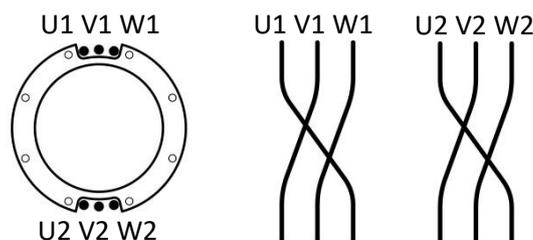

Рисунок 25: Расположение 6 силовых кабелей, собранных в 2 группы по 3 кабеля.
- Расположение кабелей 2 группами по 3 кабеля: Собрать входные кабели в одну группу, а выходные в другую. Выполнять пересечение кабелей каждой группы через каждые 2-3 м трубы (см.рисунок 25).